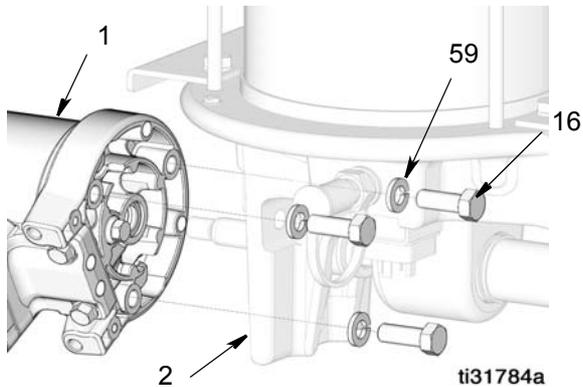

FIG. 32
1. Allineare il motore pneumatico (1) nella base della pompa (2). Allineare il foro nel motore pneumatico con quello nell'asta del piatto premente (12).
2. Installare le tre rondelle (59) e le viti (16). Serrare a una coppia di 6,77-13,56 N•m (5-10 ft-lb) (FIG. 32).